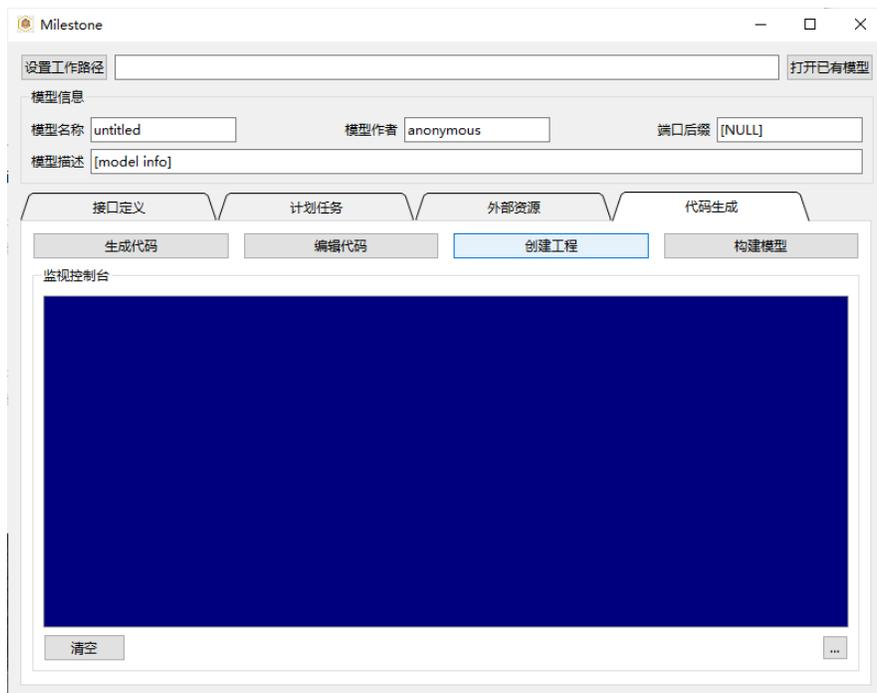

图 3.3: 创建工程
- 此处我们直接运行示例模型，切换至 “代码生成” 标签页，点击 “创建工程”，如图 3.3。